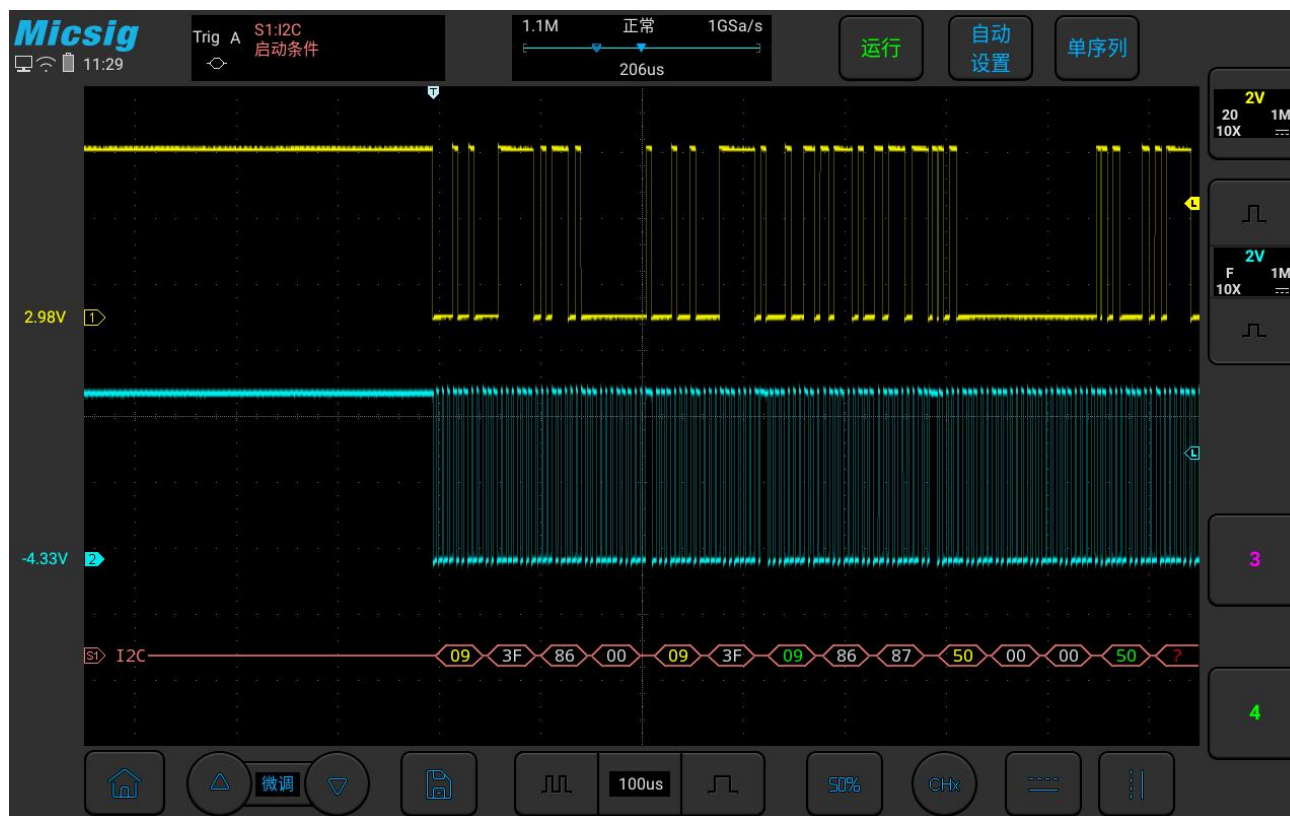

图 11-24 I2C 图形界面
- （4） 依据信号幅值设置 2 个通道的阈值电平； I2C 触发图形界面见图 11-24：